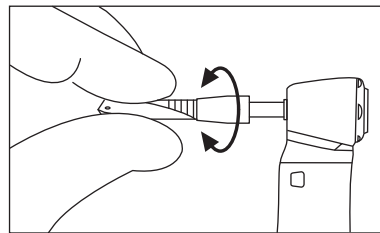

図4
- バー、またはドリルをチャックへ挿し込み、軽く回し半月部分が合う位置を探してください（図4）。位置が合うと一段奥に入り込みます。